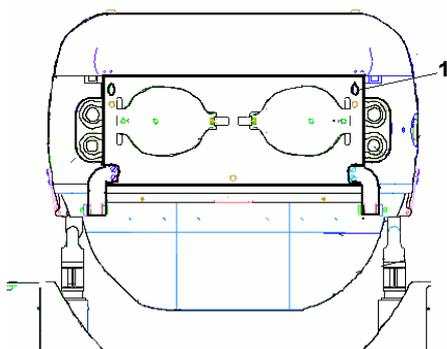

Рисунок 2.3.2 – Вид боковой дверцы
- повернуть внутрь (к центру) две ручки-фиксаторы 1 (рисунок 2.3.2) до выхода из зацепления с краем колпака;